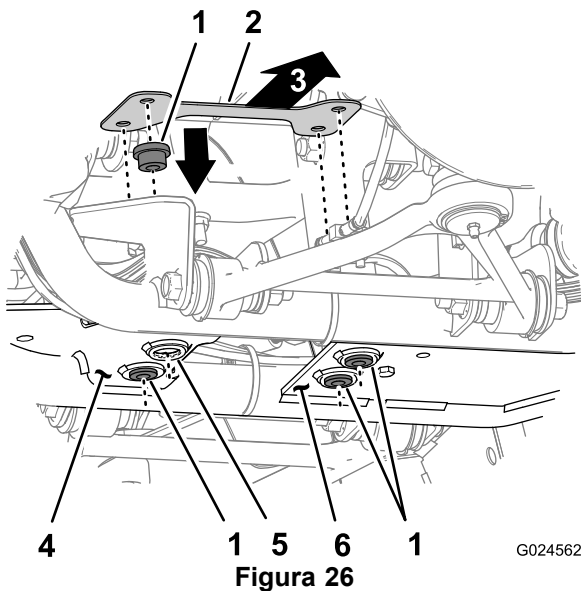

Figura 26
1. Insira os 4 isolantes através dos furos nas placas de suporte dianteira e traseira do diferencial (Figura 26).
2. Alinhe 1 placa de montagem sobre os isolantes, com a tira que liga dois conjuntos de furos da placa na direção do lado do passageiro do veículo (Figura 26).